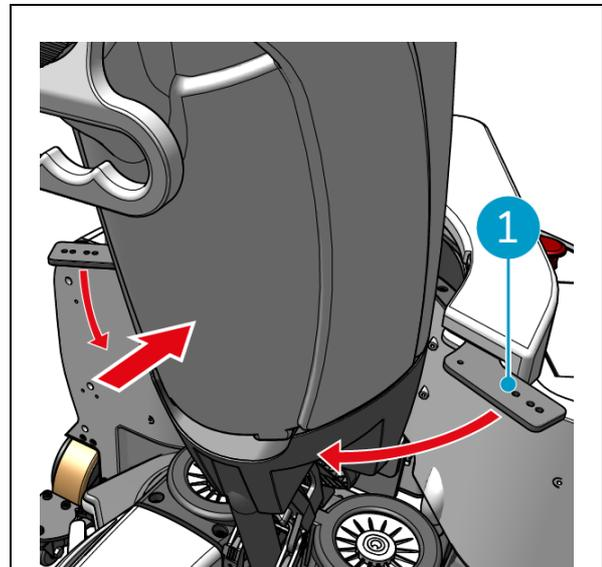

Figura 20
4. Chiudere l'anello di fissaggio (Figura 20, pos. 1) intorno all'imop XL.